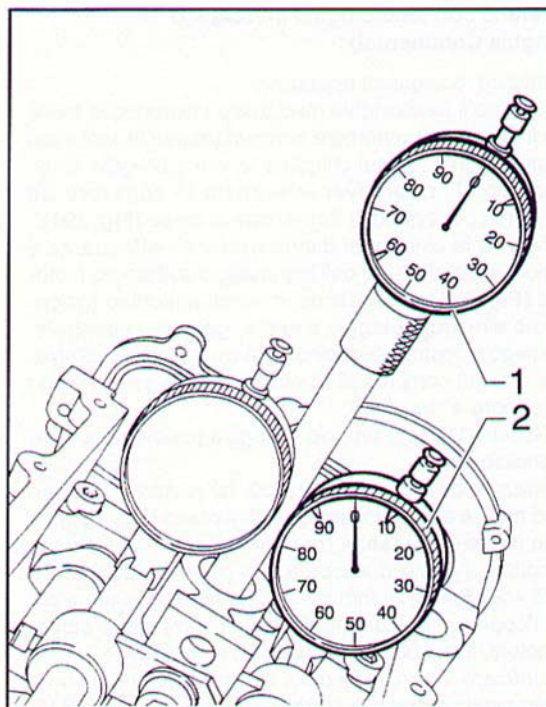

Fig. 298 ▲
- portare il cilindro n° 1 in corrispondenza del PMS tra la fase di scarico e la fase di aspirazione (comparatore (1) a zero) ed azzerare il comparatore (2) che misura l'apertura della valvola di scarico (Fig. 298);
- bring cylinder no. 1 to the TDC between the exhaust stroke and induction stroke (dial gauge (1) at zero) and zero the dial gauge (2) that measures aperture of the exhaust valve (Fig. 298);